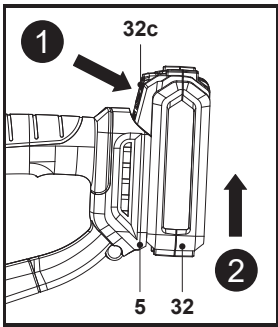

Fig. 18
- 2. Appuyer sur le bouton de déverrouillage (32c), puis retirer la batterie (32) du port de connexion de la batterie (5) (Fig. 18).